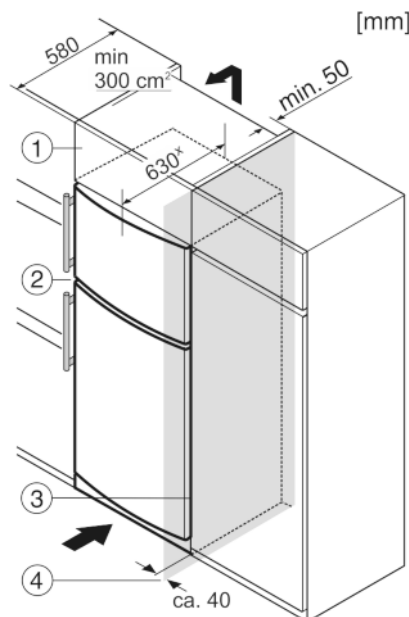

Fig. 7
- (1) Élément haut
(2) Appareil
(3) Placard de cuisine
(4) Mur
L'appareil peut être entouré de meubles de cuisine. Pour adapter l'appareil Fig. 7 (2) à la hauteur des placards de la cuisine intégrée, on peut placer un élément haut Fig. 7 (1) au-dessus de l'appareil.
Lors de la transformation avec des placards de cuisine (profondeur max. 580 mm), l'appareil peut être placé directement à côté du placard de cuisine Fig. 7 (3). L'appareil dépasse latéralement de 34 mm* et de 50 mm* au centre de l'appareil par rapport à la face avant du placard de cuisine.
Si l'appareil est installé avec les charnières à côté d'un mur Fig. 7 (4), la distance entre l'appareil et le mur doit être de 40 mm min. Ceci correspond à la saillie de la poignée lorsque la porte est ouverte.